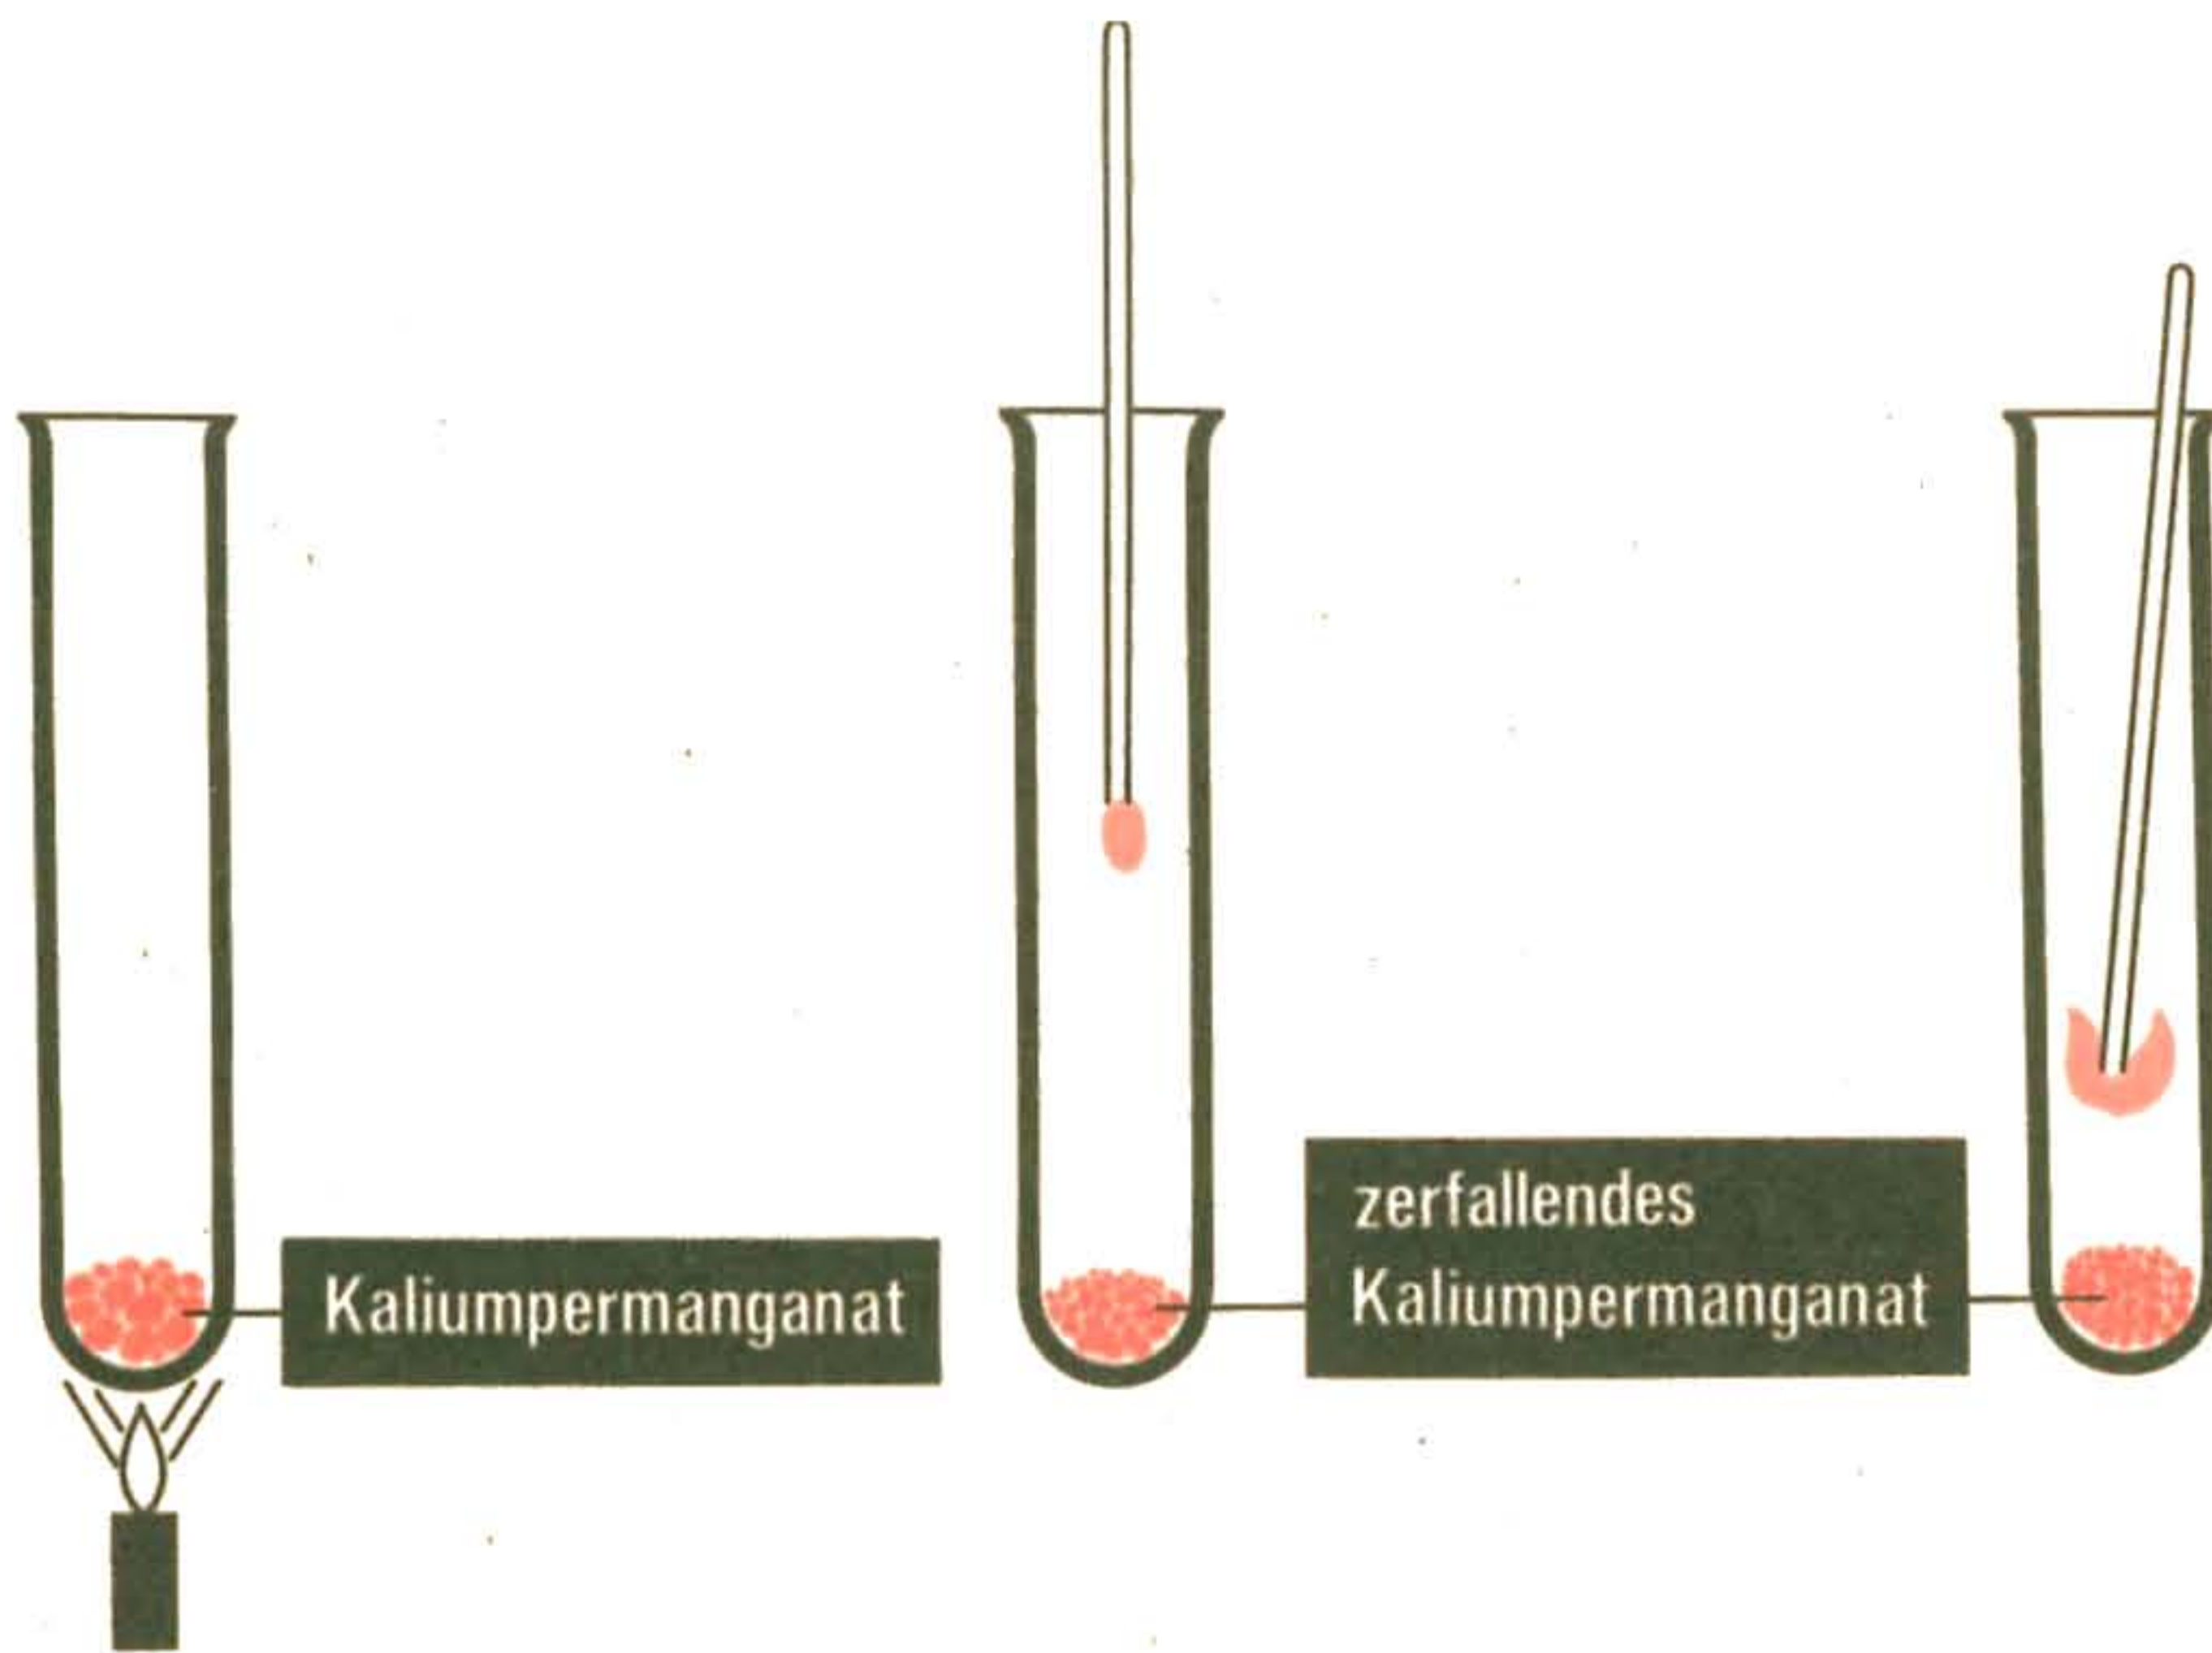

Abb. 2
6. Tauche das glühende Ende des Holzspans in das Halbmikro-Reagenzglas ein, bis es sich über den zerplatzten Kaliumpermanganatkristallen befindet (Abb. 2)! Der Holzspan darf nicht in das Halbmikro-Reagenzglas hineinfallen! Beobachte!